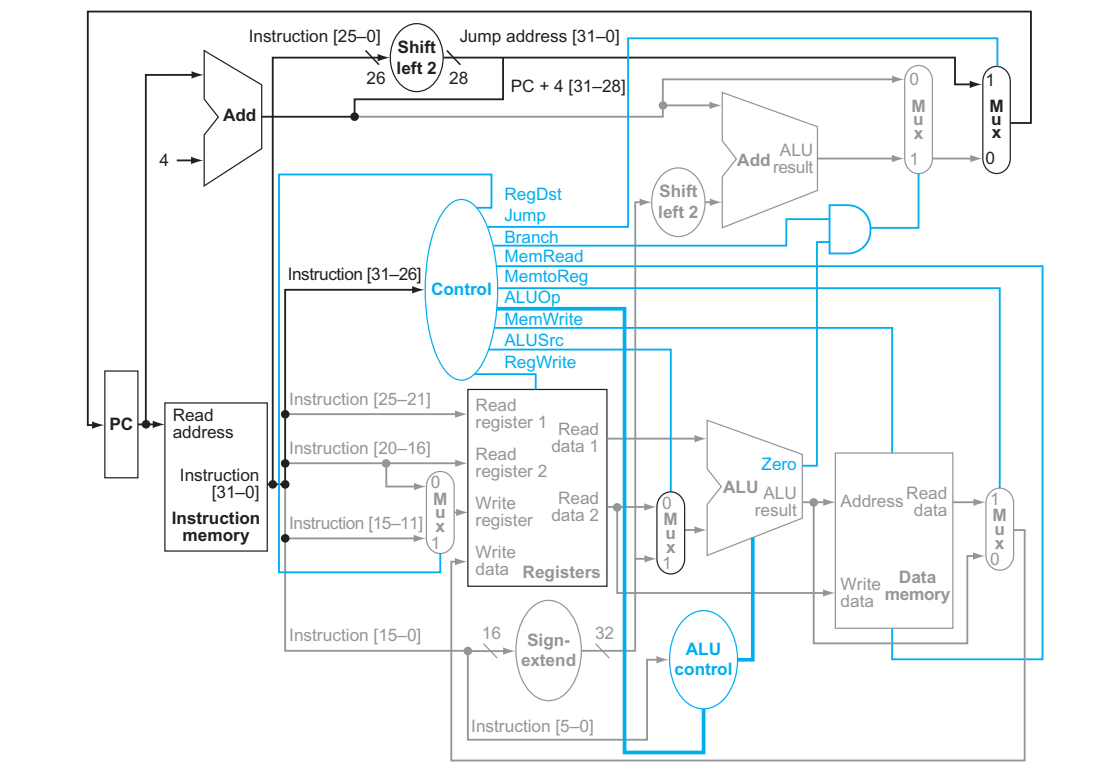

图 2: 顶层设计
单周期 MIPS 处理器共分为五个阶段：指令获取 (IF)、指令译码 (ID)、执行 (EX)、存储 (MEM)、写回 (WB)。图 2 展示了针对 9 条指令的顶层模块设计。而针对 16 条指令，需要对一些原有的输入输出进行扩展。